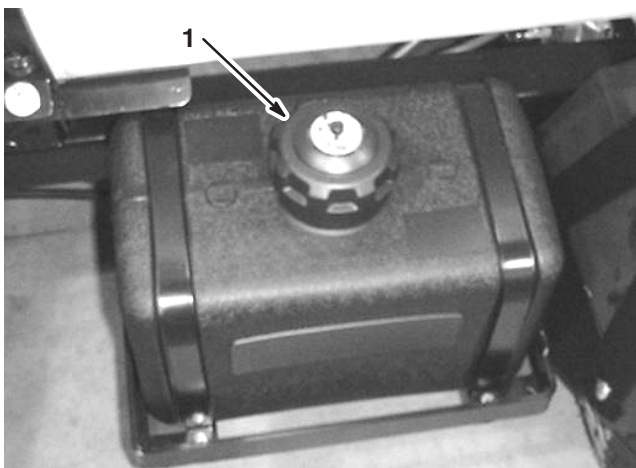

Figure 6
2. Nettoyez la surface autour du bouchon du réservoir de carburant (Fig. 6).